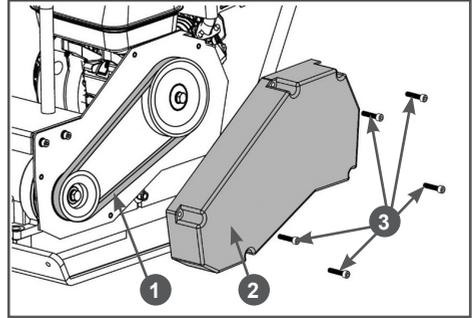

Рис. 26 Проверка состояния ремня
1. Открутите болты 3 крепления и снимите кожух 2 защитный ремня, чтобы получить доступ к ремню (Рис. 26).
2. Проверьте состояние ремня 1 (Рис. 26). Если ремень протерт, надорван или заметны иные повреждения, он должен быть немедленно заменен.
1. Открутите болты 3 крепления и снимите защитный кожух 2 ремня (Рис. 26).